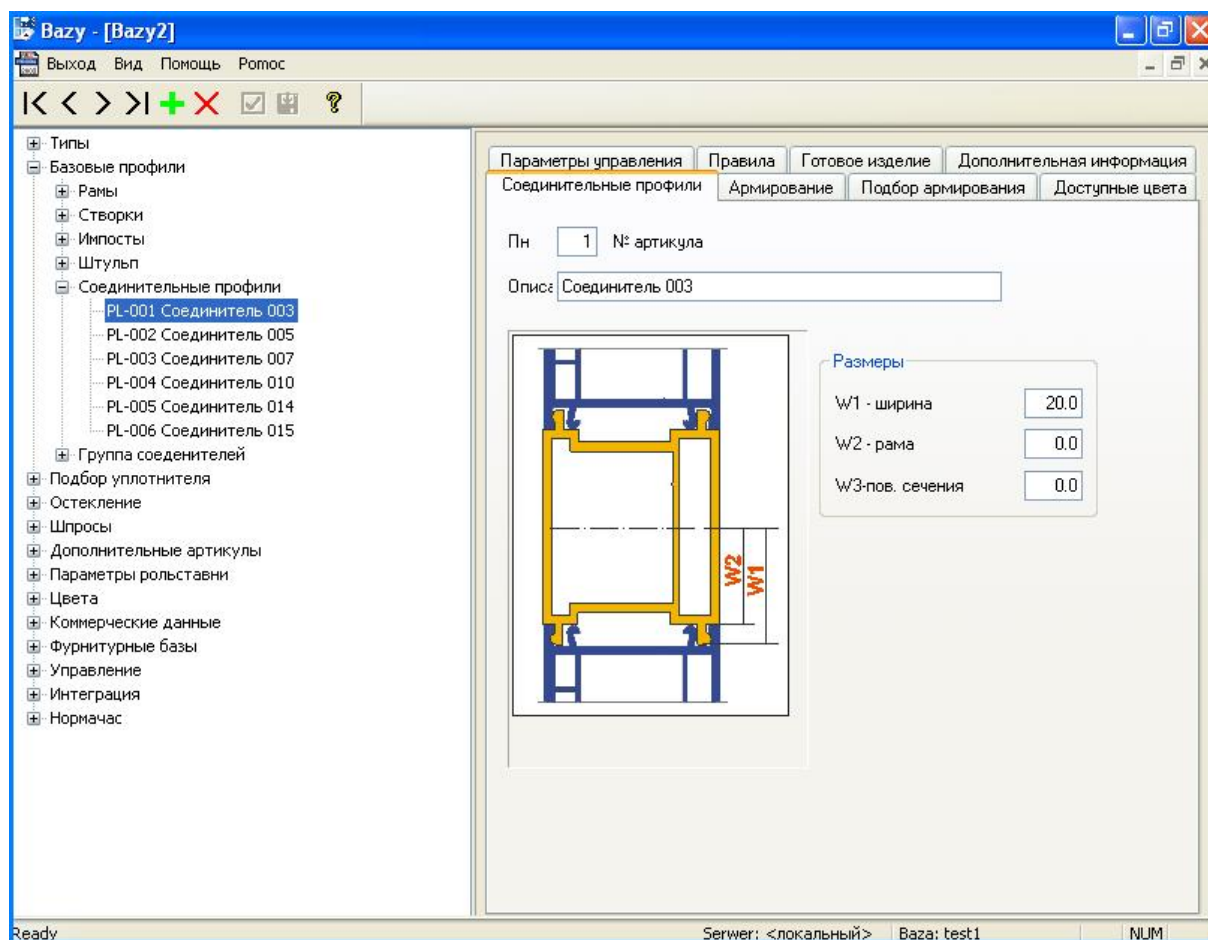

Рис. 123. Соединительные профили.
- Закладка **Соединительные профили** (рис. 123).